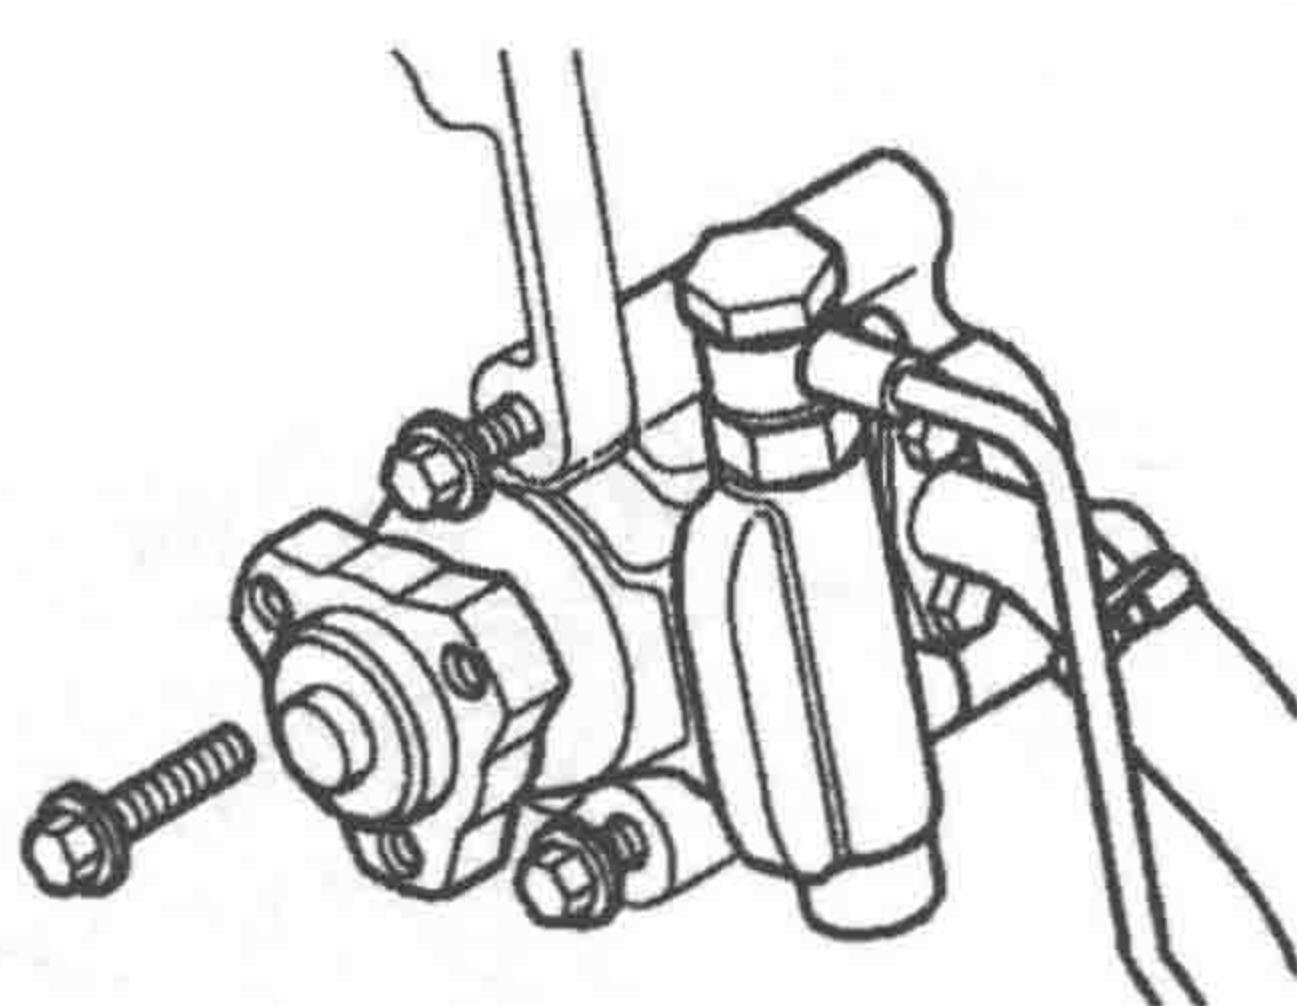

图 1-2-3 动力转向泵固定螺栓
- ⑨ 拆卸 3 个固定动力转向泵皮带轮的 Torx (梅花头) 螺钉，拿开皮带。
- ⑩ 松开 3 个固定动力转向泵的螺栓并把泵移到旁边，如图 1-2-3 所示。